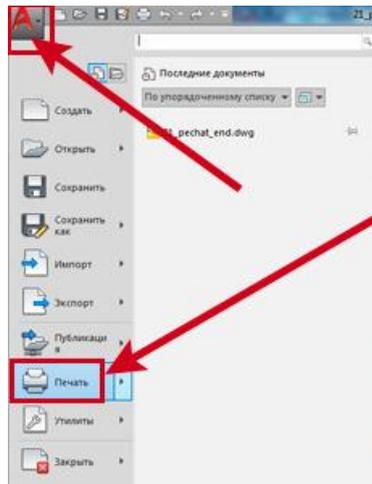

Рис. 6.1. Печать из Меню Приложения
4. через *Меню Приложения* (рис.6.1)